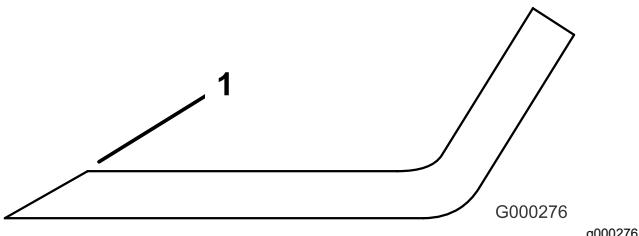

Figura 128
3. Inspeccione los filos de corte de todas las cuchillas, y afílelos si están romos o tienen mellas (Figura 128).
Nota: Afile únicamente la parte superior del filo y mantenga el ángulo de corte original para asegurar un filo correcto (Figura 128). La cuchilla permanece equilibrada si se retira la misma cantidad de material de ambos filos de corte.